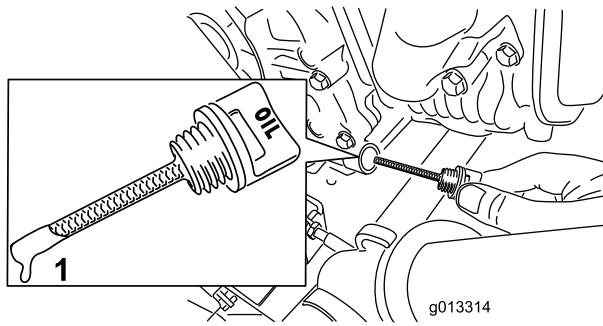

Figura 7
3. Limpie alrededor de la varilla (Figura 7) para impedir que caiga suciedad por el orificio de llenado y cause daños en el motor.
- 4. Desenrosque la varilla de aceite y límpie el extremo (Figura 7).
- 5. Enrosque la varilla de aceite a fondo en el tubo de llenado (Figura 7).